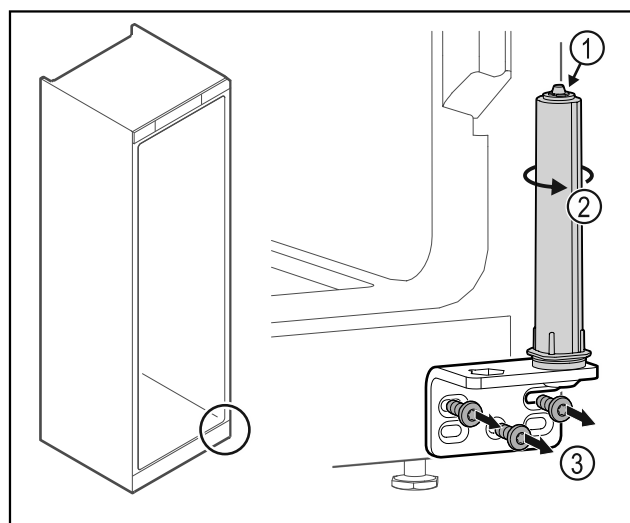

Fig. 28
- ▶ Türschließsystem Fig. 28 (1) nicht zerlegen.
- ▶ Schließsystem Fig. 28 (2) drehen, bis es klickt.
- ▶ Scharnierwinkel Fig. 28 (3) abschrauben.